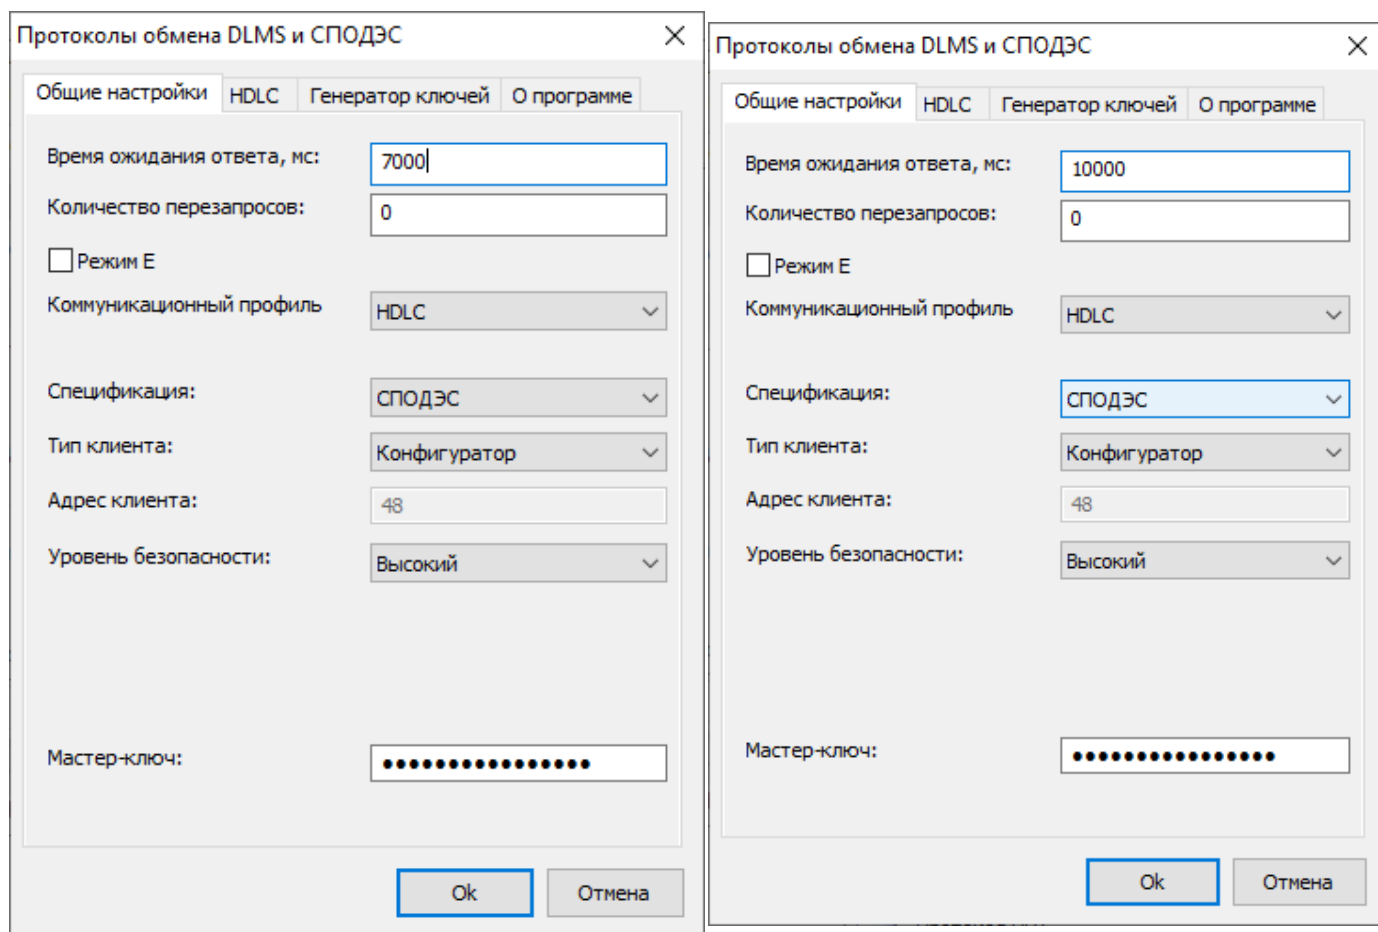

Рисунок 49 – Настройки протокола обмена IEC 62056 DLMS/COSEM с поддержкой спецификации СПОДЭС, при обмене с паролем конфигуратора, для различных каналов связи
5.2.6.4 Для протокола СПОДЭС (IEC 62056 DLMS/COSEM) при обмене с паролем конфигуратора в зависимости от типа используемого канала связи установить значения настроек протокола (см. рисунок 49):